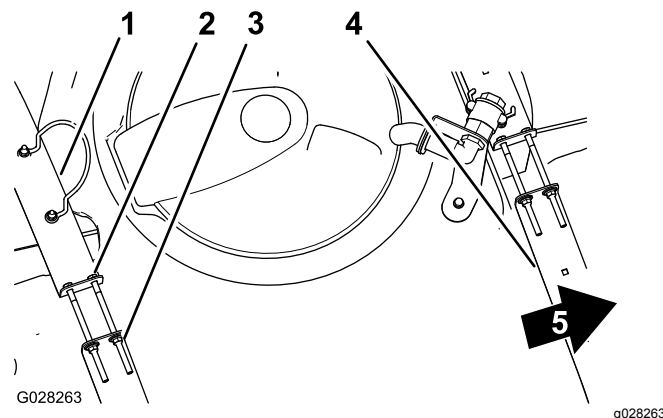

Figura 25
2. Verificate l'eventuale presenza di movimento tra le fasce del serbatoio e il serbatoio stesso (Figura 25).
3. Se le fasce risultano lente sul serbatoio, stringete i dadi di bloccaggio flangiati e i bulloni sulla parte superiore delle fasce fino a quando queste non sono pari alla superficie del serbatoio (Figura 25).